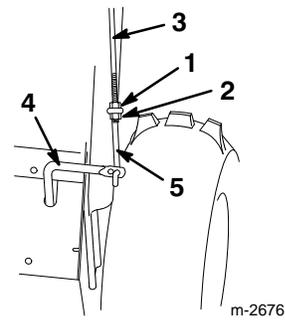

Abbildung 10
- Eine Bundmutter (Bundseite unten) auf die obere Betätigungsstange am rechten Griff drehen (Abb. 10).
- Das untere Gestänge durch die äußere Bohrung in der unteren Betätigungsstange anbringen (Abb. 10).
- Die obere Betätigungsstange durch die Öse im unteren Verbindungsglied stecken (Abb. 10).
- Eine Sicherungs-Bundmutter (Bundseite oben) auf das untere Ende der oberen Betätigungsstange unter die Öse im unteren Verbindungsglied schieben (Abb. 10).
- Die beiden Sicherungs-Bundmuttern fest anziehen (Abb. 10).